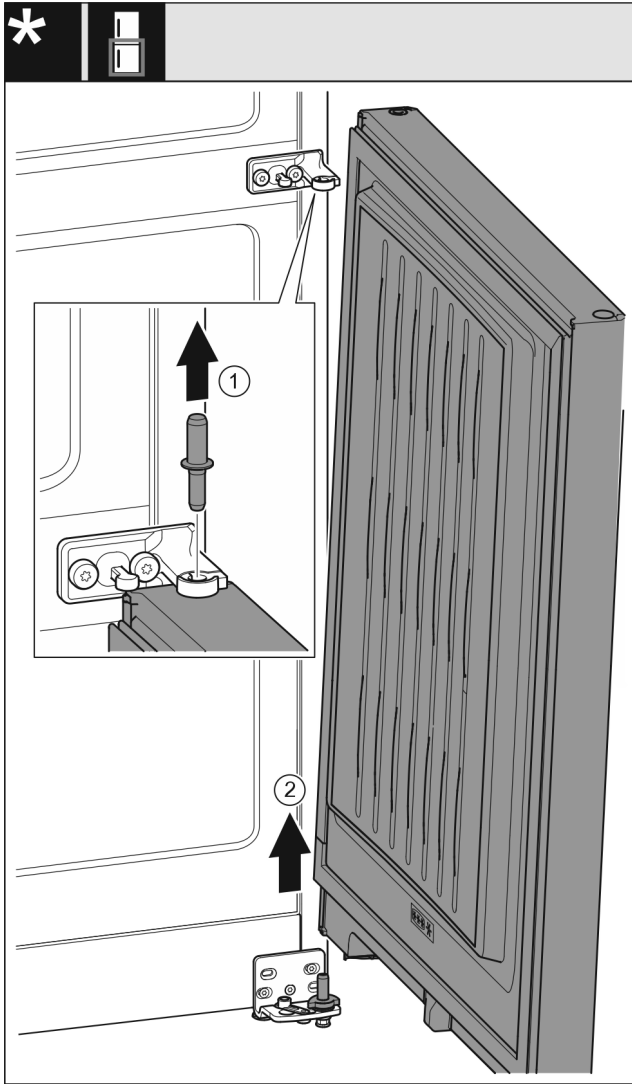

Fig. 11 Zárásállapító nélkül
- ▶ Húzza ki felfelé a csapszeget Fig. 11 (1).
- ▶ Fordítsa ki az ajtót Fig. 11 (2), húzza fel, és tegye félre.